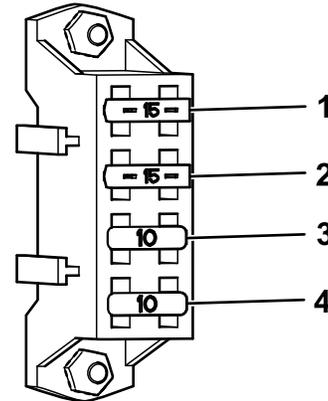

Bild 54
- Ersetzen Sie alle durchgebrannten Sicherungen (Bild 54).